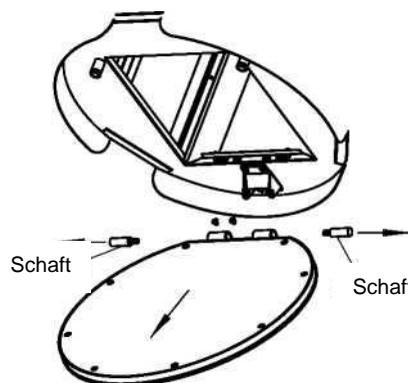

Abb. 29
- Lösen Sie die zwei Schäfte / Achsen, wie in Abb. 29 angegeben.